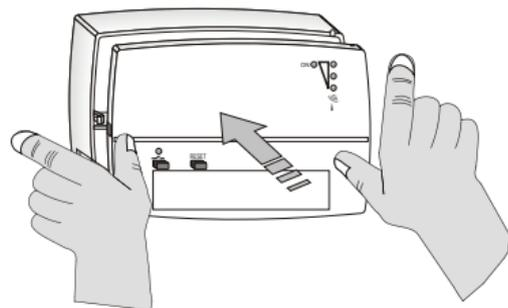

Fig. 9.i
- Cerrar cuidadosamente el receptor (fig. 9.i - fig.10.i).